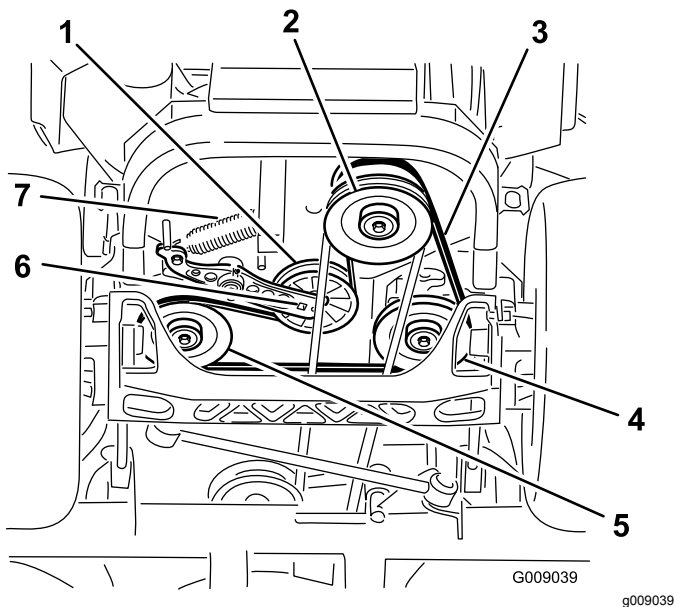

Figure 86
- Soulevez la machine sur des chandelles (Figure 86).
5. Insérez un rochet dans le trou carré du bras de la poulie de tension pour déposer le ressort (Figure 86).
6. Décrochez le ressort de la poulie de tension du cadre (Figure 86).
9. Insérez un rochet dans le trou carré du bras de la poulie de tension pour installer le ressort de la poulie sur le cadre (Figure 86).